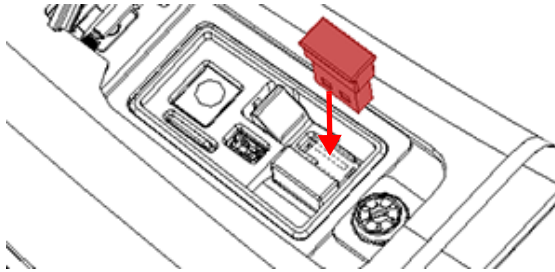

Рис. 3-7 Подключение Wi-Fi адаптера
1. Соедините разъемы адаптера с разъемами порта Wi-Fi (см. Рис. 3-7 на стр. 56).